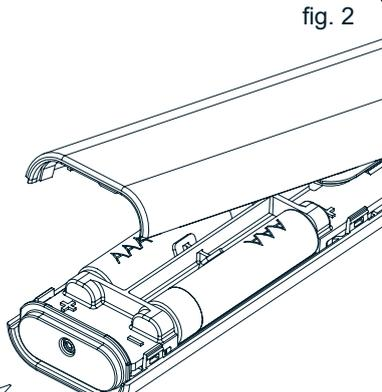

fig. 2
2.0 Alimentazione - Il telecomando funziona con due pile alcaline da 1,5 V formato LR03 (AAA) (fig. 2). Durante la trasmissione il display si accende fisso se le pile sono cariche, lampeggia quando si stanno scaricando. Per la sostituzione usare solo pile analoghe a quelle indicate.
2.0 Batteries - The remote control works with two 1.5 V Alkali batteries (AAA) format LR03 (fig. 2). During operation the display will light up. If batteries are low, the display flashes. Replace the batteries only with type specified above.
2.0 Batterien - Der Handsender funktioniert mit zwei 1,5 V Alkalibatterien (AAA) Format LR03 (fig. 2). Während der Sendung des Signals leuchtet das Display. Sich entleerende Batterien werden durch das blinken des Displays signalisiert. Die Batterien müssen mit Batterien des gleichwertigen Typs ersetzt werden.
2.0 Batteries - L'émetteur fonctionne avec deux piles alcaline de 1,5 V type LR03 (AAA) (fig. 2). Pendant la transmission, la display reste allumée si les piles sont chargées ou clignote plus ou moins intensément lorsque les piles se déchargent. Le remplacement des piles s'effectue seulement avec des piles similaires à celles indiquées.
2.0 Alimentación - El emisor funciona con dos pilas alcalinas de 1,5 V tipo LR03 (AAA) (fig. 2). Si durante la transmisión el display permanece fijo, las pilas están cargadas, si parpadea se están agotando. Para la sustitución de las mismas usar solamente pilas análogas a las indicadas.